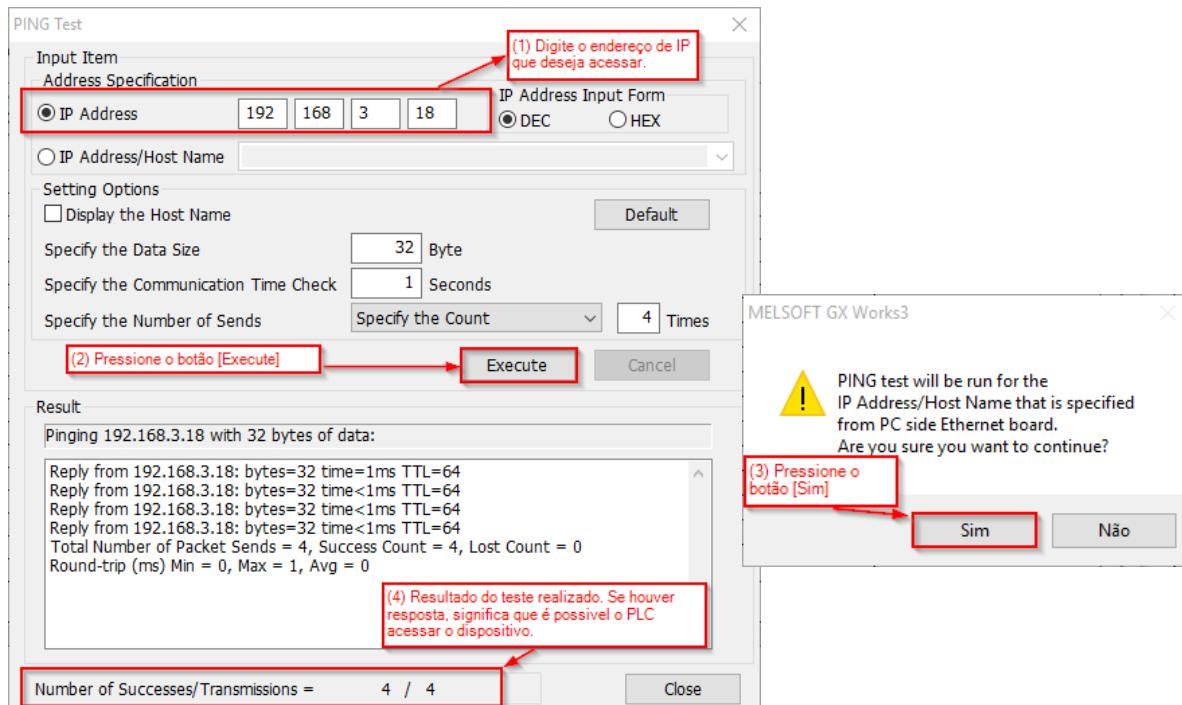

Figura 80: Janela da função [PING Test]
No item número (2) é possível enviar um comando de PING através da porta Ethernet da CPU, para um IP que você pode configurar, podendo verificar assim se a tal IP pode ser acessada pelo PLC através dessa conexão, como demonstra a Figura 80. Caso haja algum erro pode ser considerado cabeamento ou erro de configuração entre as portas ethernet.